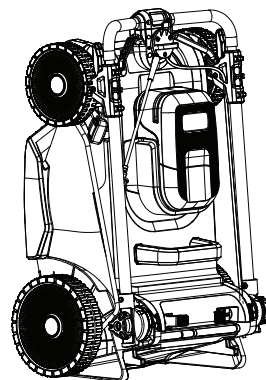

Fig. 25
9. Ranger la tondeuse à gazon à plat ou en position verticale (Fig. 25).